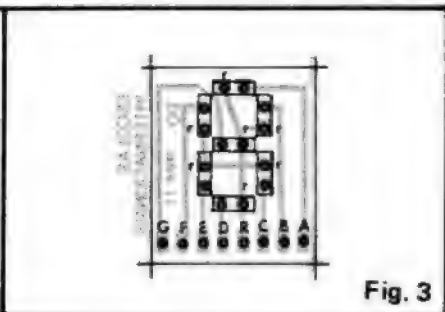

Fig. 3
– **FIG. 3** – Montagem do nosso **display** "feito em casa", com a plaquinha vista pelo lado não cobreado, já com todos os 7 LEDs posicionados (observar a formação do padrão em "8", do qual derivam todos os "desenhos" dos algarismos de "0" a "9"...). Dois pontos **IMPORTANTES** à respeito da fig. 3: